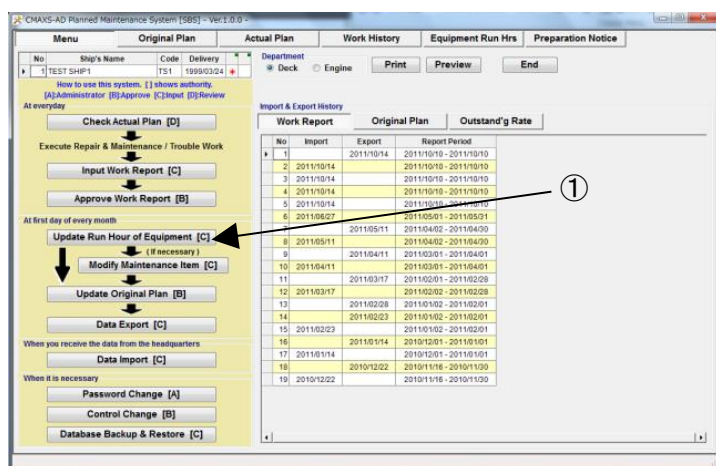

図 9-1 Menu 画面
- (1) "Menu"画面(図 9-1)で、[Update Run Hour of Equipment]ボタンをクリックしてください。